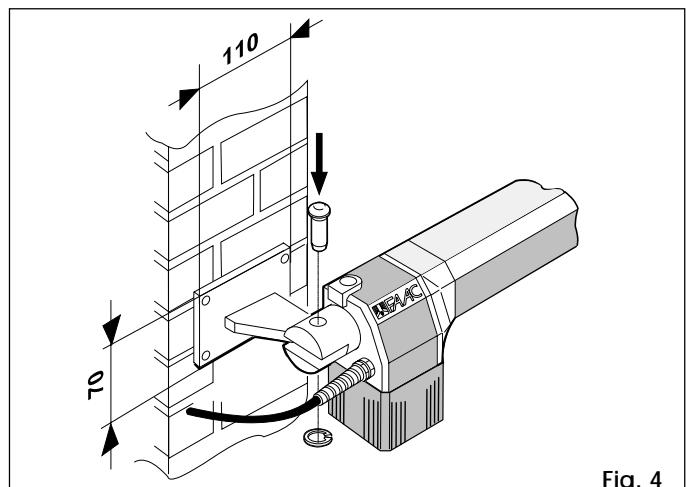

Fig. 4
Nel caso di pilastro in muratura, incassare opportunamente una piastra a murare (fig. 4). Saldare quindi accuratamente l'attacco sulla piastra.
- 2) Fissare l'operatore all'attacco posteriore tramite la viteria in dotazione (fig. 4).
**Attenzione:** Gli operatori forniti nel kit sono in versione destra e sinistra. Per una corretta installazione l'operatore deve essere posizionato come da fig. 4.